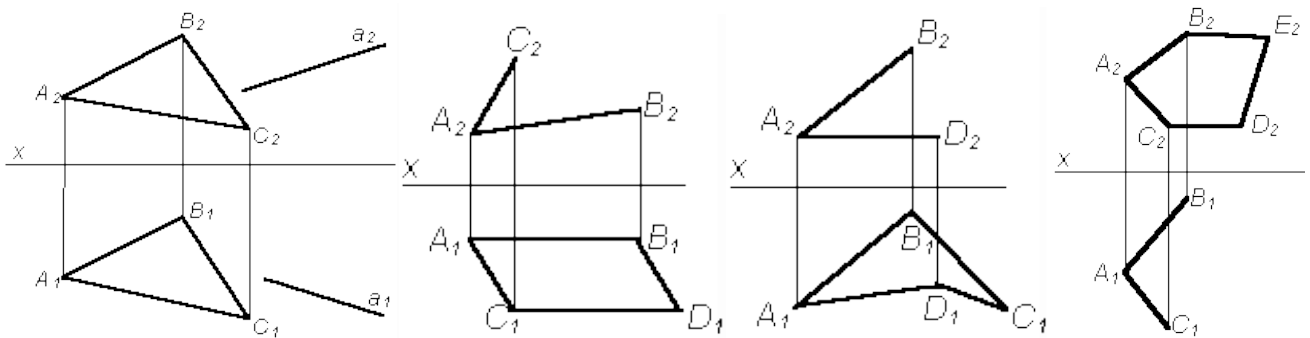

Рис. 1
1. Определить принадлежность прямой линии плоскости, если дана плоскость ΔABC ($\Delta A_1B_1C_1$, $\Delta A_2B_2C_2$) и прямая a (a_1a_2) (рис. 1).